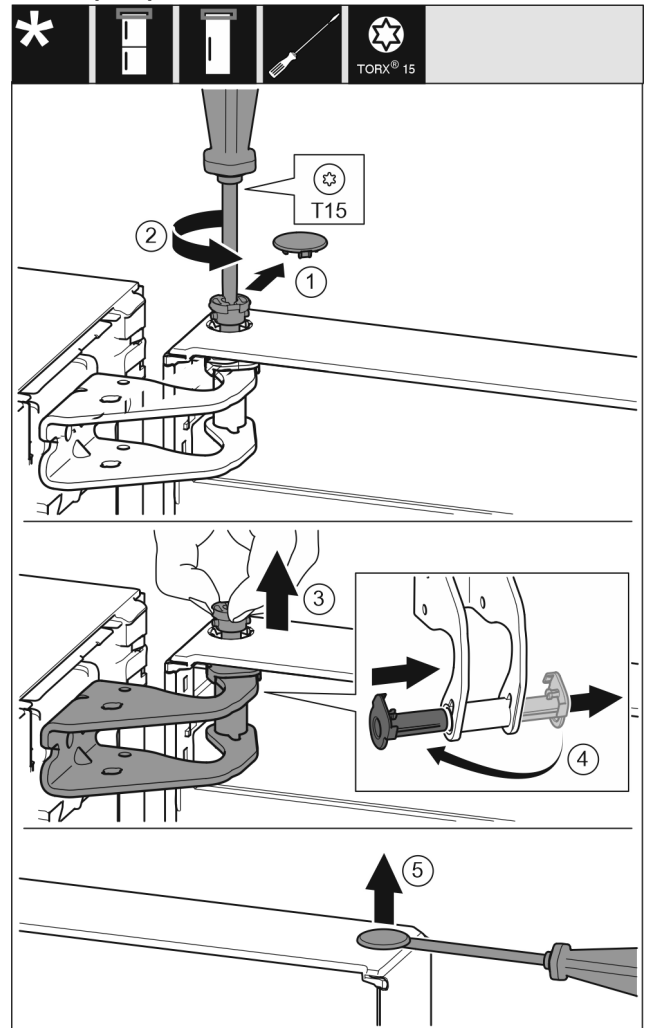

Fig. 9
▶ Обережно зніміть запобіжну кришку. Fig. 9 (1)
▶ Трохи викрутіть гвинт за допомогою викрутки T15. Fig. 9 (2)
▶ Притримуйте дверцята і витягніть палець руками. Fig. 9 (3)
▶ Витягніть із напрямної опорну втулку. Встановіть і зафіксуйте з іншого боку. Fig. 9 (4)
▶ За допомогою шліцевої викрутки обережно підніміть пробку із опорного втулка дверцят та витягніть її. Fig. 9 (5)